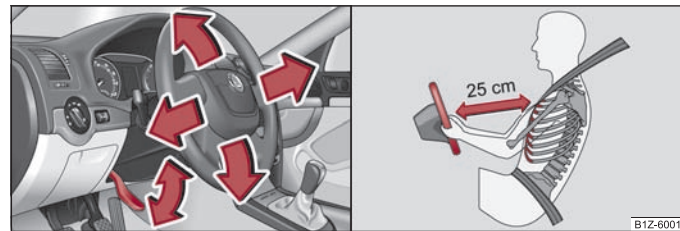

Fig. 3 Volante regulable: Palanca en la columna de la dirección/la distancia correcta del conductor desde el volante.
- Gire la palanca situada debajo de la columna de dirección hacia abajo ⇒ fig. 3 - lado izquierdo.
- Ajuste el volante de tal modo, que la distancia entre el volante y el esternón sea, como mínimo, de 25 cm ⇒ fig. 3 - lado derecho. Si no respeta la distancia mínima, el sistema de airbag no podrá protegerle - ¡Peligro de muerte!